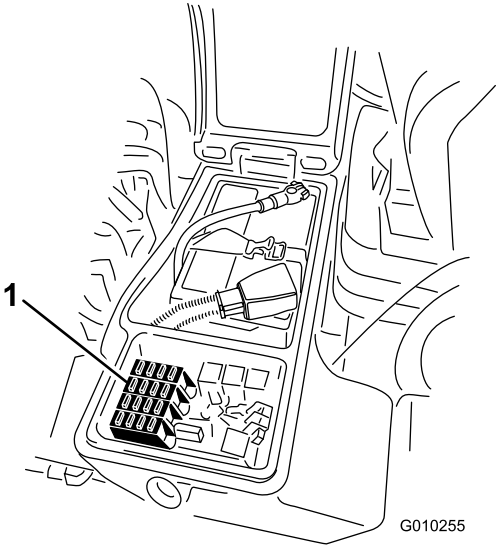
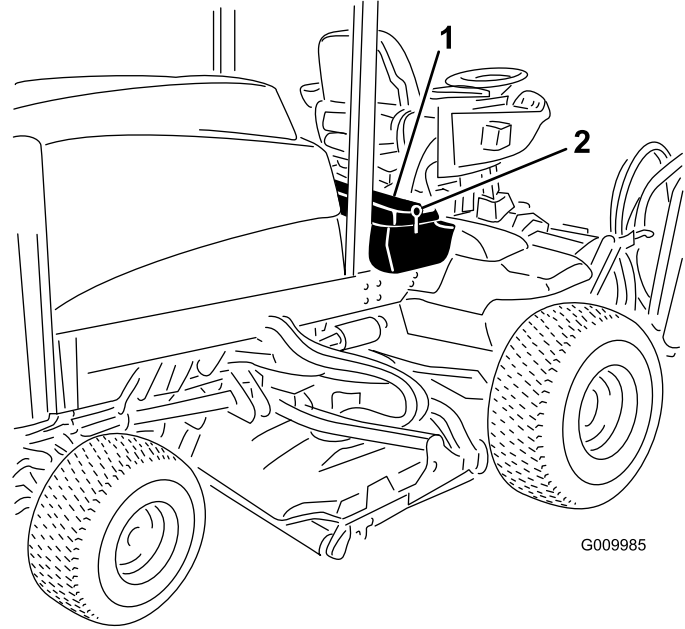

图 57
图 56
1. 松开右储物盒盖的门锁并提起盒盖图 56。
1. 松开右储物盒盖的闩锁提起盒盖 图 56 以露出保险丝盒 图 57。
2. 必要时更换开式保险丝 图 57。